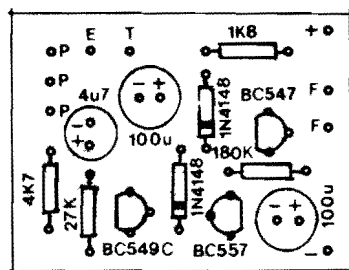

Fig.3
- **FIG. 3 - "CHAPEADO" DA MONTAGEM** - Pelo lado cobreado, com a visão dos componentes, a plaquinha é tão simples quanto pela sua face cobreada... As peças, como é norma em APE, estão todas identificadas pelos seus códigos, valores, polaridades, utilizações diretas que permitem mesmo ao iniciante "tocar o assunto" sem nenhum problema (como sempre, basta um pouco de atenção, e eventuais consultas ao **TABELÃO APE**, nas primeiras páginas da Revista, quando dúvidas "cruéis" surgirem...). Os pontos que requerem um pouco mais de cuidado são: